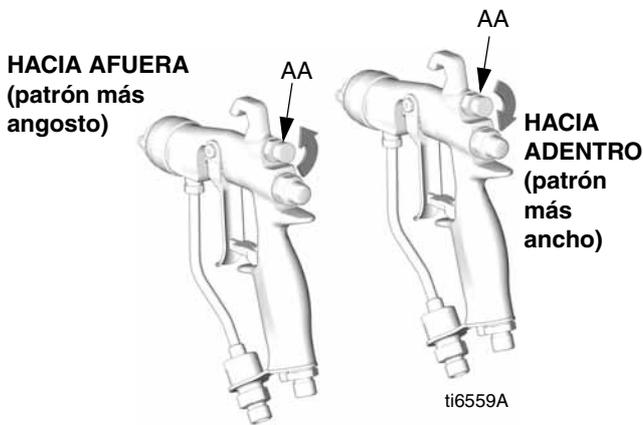

FIG. 4. Perilla de aire del patrón
1. Vea la FIG. 4. Cierre el aire de ajuste del patrón girando la perilla (AA) en sentido horario (hacia adentro) a fondo. Esto ajusta la pistola para el patrón más ancho.
3. Vea la FIG. 4. Para un patrón más angosto, gire la perilla de la válvula de ajuste del patrón (AA) en sentido contrahorario (hacia afuera). Si el patrón aún no es suficientemente angosto, aumente levemente la presión de aire a la pistola o utilice una boquilla de tamaño diferente.